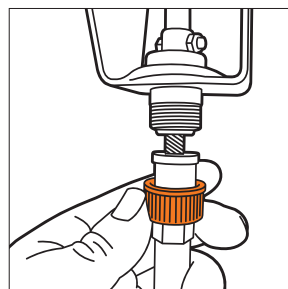

Рис. 12
- Соедините вторую сторону гибкого вала с рычагом поворота желоба, расположенном снизу панели оператора, зафиксируйте соединительной гайкой (Рис. 12).